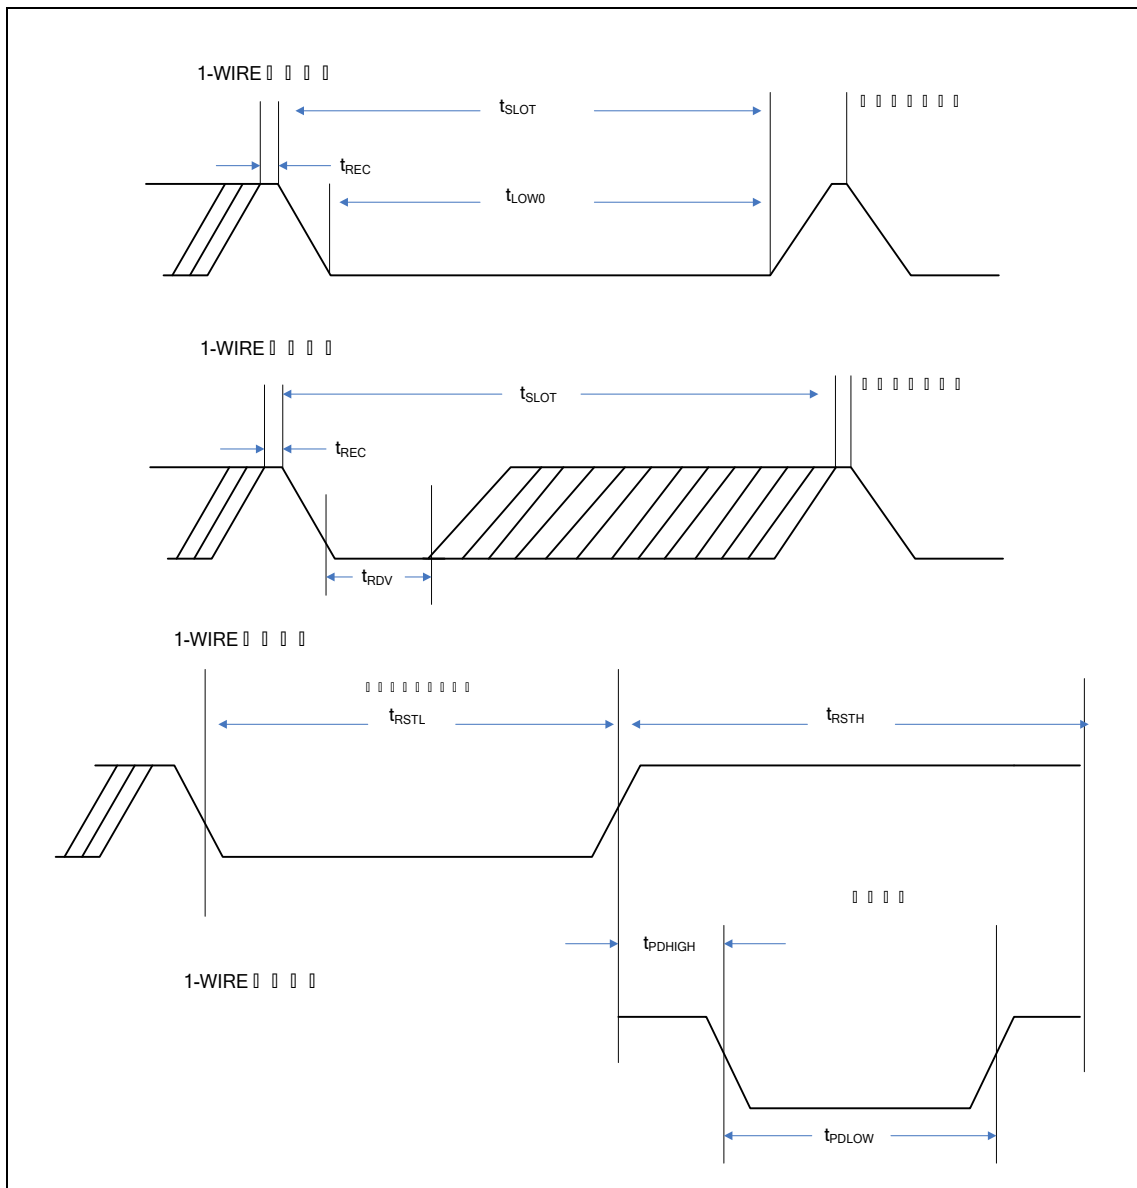

图10. 相关时序
SD5820A 的 DIO 管脚为开漏端口，方便跟不同电源的信号接口，需要外接上拉电阻，如图 10 所示。
- 1) 参考时序图见图 10.